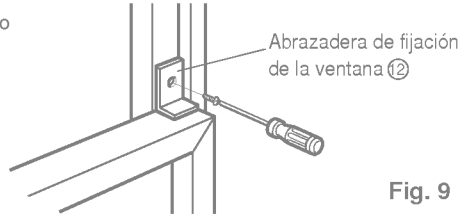

Fig. 9
- Agregue la abrazadera de fijación ⑫ con un tornillo Tipo C ⑦ (ver Fig. 9)